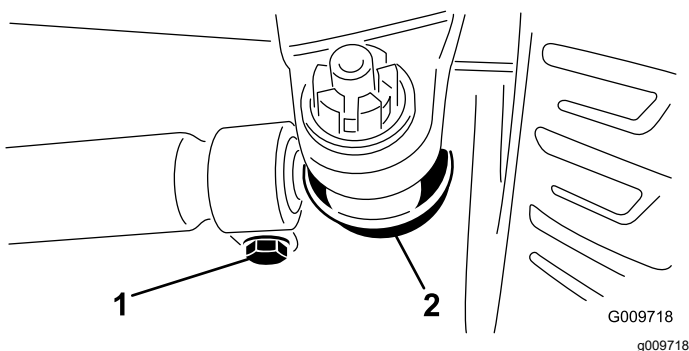

Figure 61
2. Pour le régler, retirez la goupille fendue et l'écrou de l'une des rotules de biellette (Figure 61). Déposez la rotule de biellette du support du carter de pont.
3. Desserrez les fixations aux deux extrémités des biellettes (Figure 61).